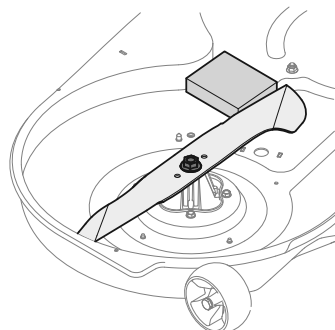

Figure 34
2. Placez un morceau de bois entre le boîtier du plateau de coupe et la lame de coupe pour empêcher tout mouvement. Voir Figure 34.
3. Retirez l'écrou qui fixe la lame à la fusée. Voir Figure 34.
3. Placez un morceau de bois entre le boîtier du plateau de coupe et la lame de coupe pour empêcher tout mouvement. Voir Figure 34.